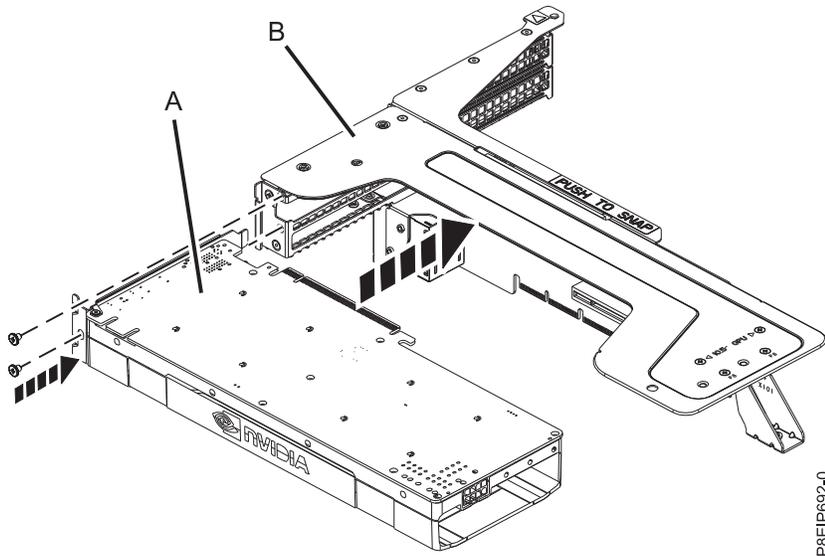

Figura 22. Inserindo a GPU no riser
- e. Insira a GPU (**A**) no riser do adaptador PCIe (**B**) conforme mostrado na Figura 22 na página 26.